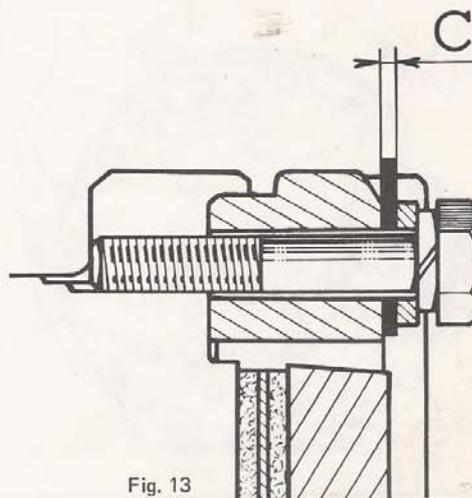

Fig. 13
. monter les six vis de fixation en interposant entre les plaquettes de butée (I) et la couronne d'entraînement, des cales de réglage (C) - Fig. 13.